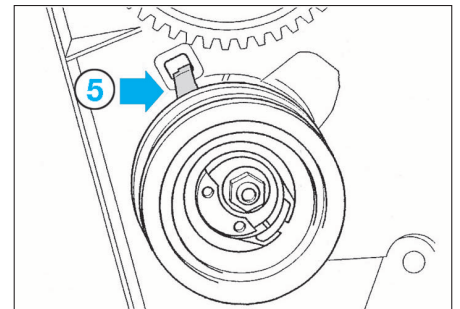

FIG. 21
Lors du remplacement de la courroie de distribution, remplacer également les galets. Veiller à engager l'ergot (5) du galet tendeur dans le carter distribution (Fig.21) et ensuite à l'immobiliser comme lors de la dépose avec l'outil [4].